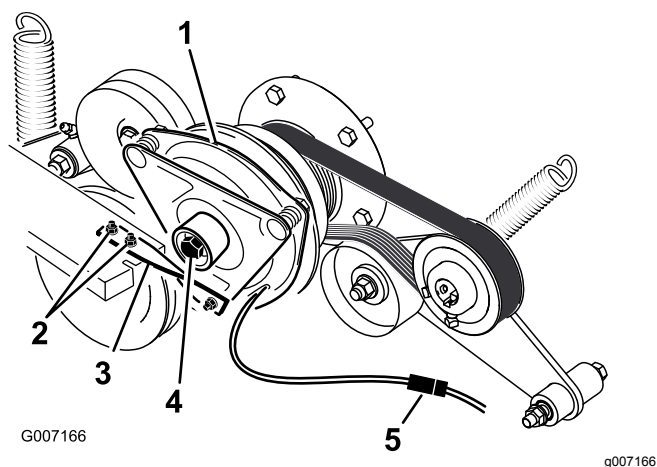

Figura 69
6. Desenchufe el conector eléctrico del embrague (Figura 69).
7. Retire los dos pernos que sujetan la correa de goma del embrague al bastidor del cortacésped (Figura 69).
8. Retire el perno central que sujeta el embrague al eje del motor, y retire el embrague y la chaveta (Figura 69).
15. Sujetando el cigüeñal en la parte trasera de la máquina, instale el perno central y apriételo a 68 N·m (50 pies-libra) (Figura 69).
18. Enchufe el conector eléctrico del embrague (Figura 69).